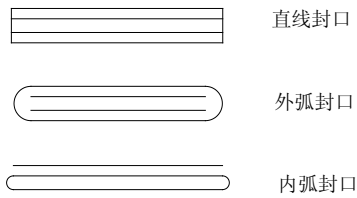

图 2-59 多线封口样式
- 封口：设置多线的平行线段之间两端封口的样式。各封口样式如图 2-59 所示。